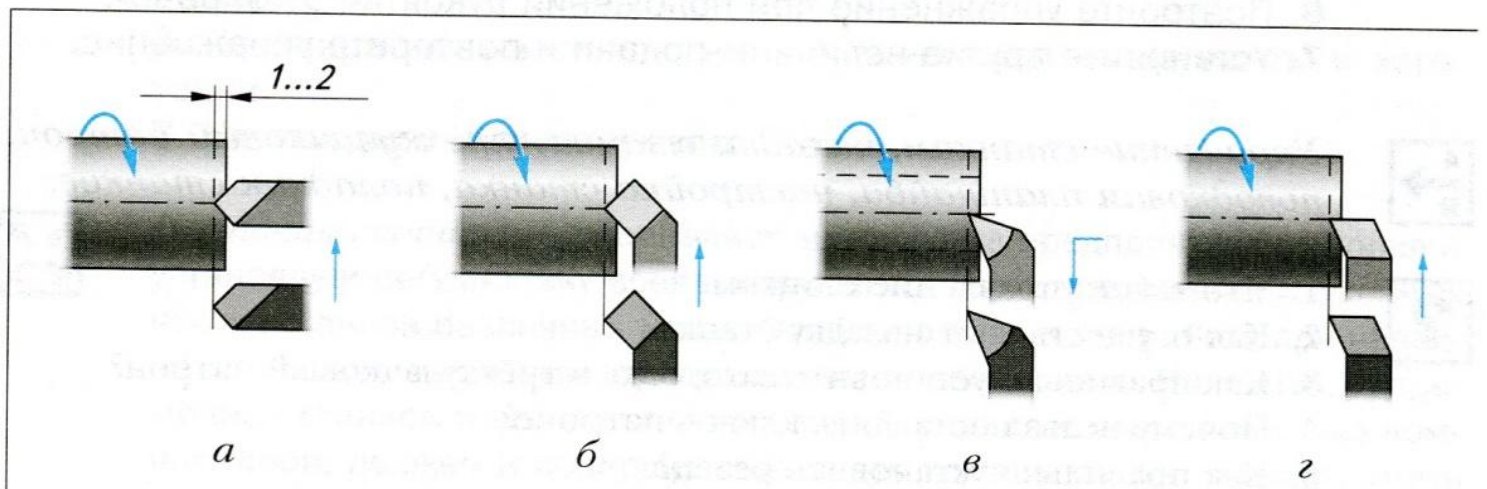

Рис. 54. Подрезание торцов резцами: а-в — проходными; г — подрезным
**После обтачивания** наружных цилиндрических поверхностей часто выполняют подрезание торца заготовки. Для этого применяют различные резцы. При подрезании торца проходными резцами (рис. 54, а-в) или подрезным резцом (рис. 54, г) его подводят до соприкосновения с торцом. Затем резец отводят на себя и перемещают каретку на 1...2 мм влево (т. е. устанавливают глубину резания 1...2 мм). Поперечным перемещением резца снимают с торца слой металла. Переместить каретку на 1...2 мм или любую другую величину можно с помощью лимба продольной подачи. Цена деления этого лимба  $L_{пр} = 0,5$  мм, поэтому количество делений, на которое требуется повернуть лимб, определяют по формуле:  $A_{пр} = l : L_{пр}$ , где  $l$  — необходимая длина перемещения каретки. Если на торце детали есть отверстие, то подрезку торца можно проводить от центра детали при подаче резца на себя (см. рис. 54, в).